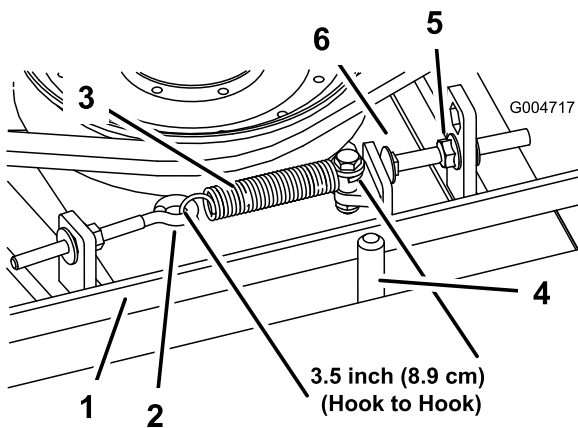

Figura 70
Cuando está correctamente tensado, la longitud en el interior del muelle de extensión (entre ganchos) debe ser de 8,3 cm a 9,5 cm aproximadamente. Una vez que haya obtenido la tensión correcta del muelle, ajuste el perno de tope (perno de cuello cuadrado) hasta que quede aproximadamente 2–5 mm de holgura entre la cabeza del perno y el brazo tensor (Figura 70).
Nota: Asegúrese de que la correa está colocada en el lado del muelle de la guía de la correa (Figura 70).
2. Afloje el perno de ojal para poder retirar el muelle de extensión (Figura 70).
3. Afloje la tuerca con arandela prensada que fija el perno de tope a la pestaña de montaje, y aparte la polea tensora de la correa para aliviar la tensión de la correa (Figura 70).
9. Conecte el muelle de extensión (Figura 70) al perno de ojal y tense la correa de la siguiente manera: